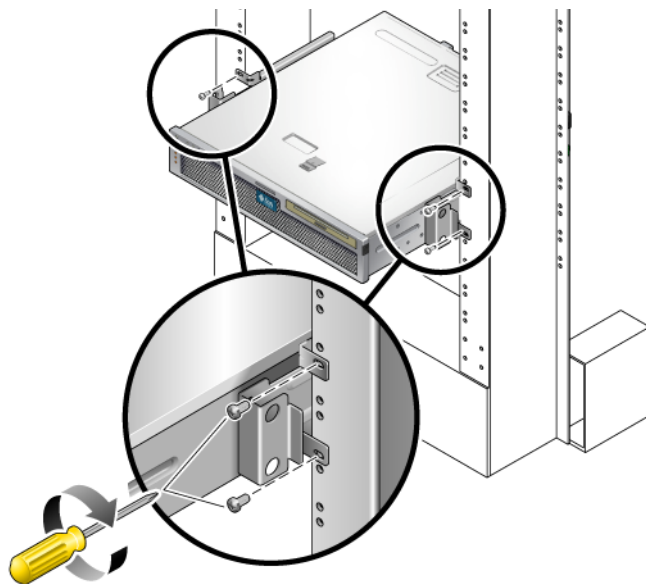

FIGURE 4-10 Installation et fixation du serveur dans le rack à 2 montants
4. À l'aide de deux vis par support, fixez la partie avant du serveur sur la face du rack (FIGURE 4-10).